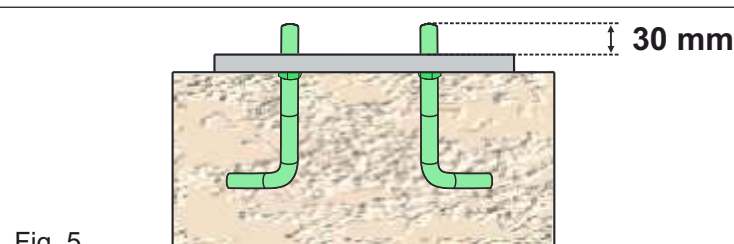

Fig. 5
2.3. Antes de cementar la placa, asegúrese que las varillas de anclaje salgan de la placa por 30 mm, como se muestra en la Fig. 5